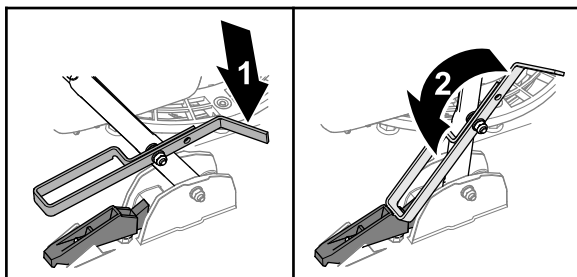

Рисунок 19
- Щоб звільнити руків'я, підніміть його та поверніть стопор вперед (Рисунок 19).